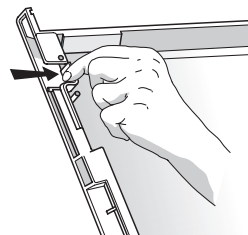

Abb. 3
1. Auf die beiden seitlichen Feststeller auf der unteren Frontseite drücken und die Abdeckung des Fachs abnehmen (siehe **Abb. 3**)